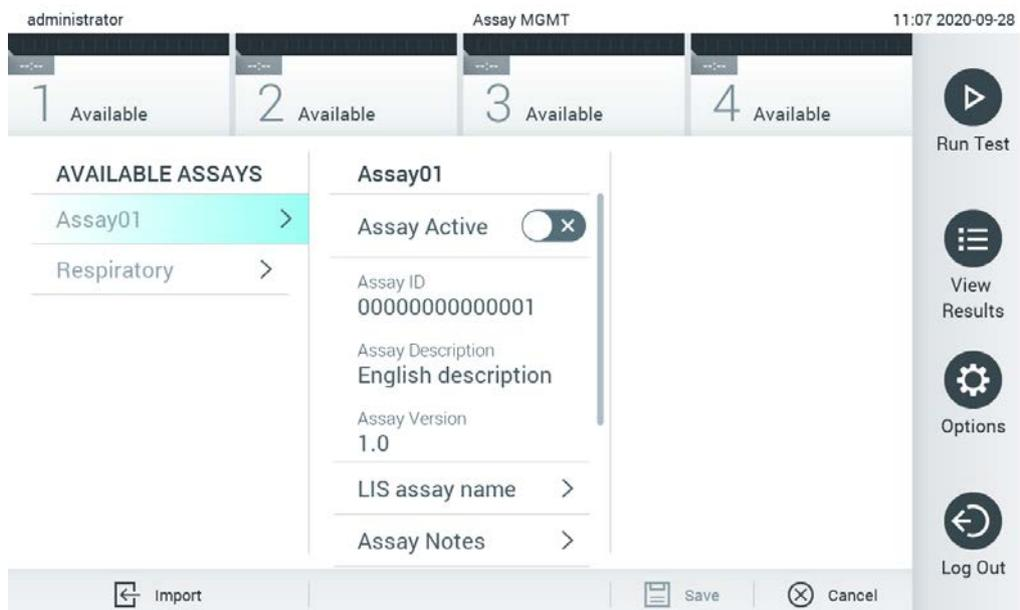

Figura 60. Pantalla Assay Management (Administración de ensayos).
2. Para importar el nuevo ensayo en el QIAstat-Dx Analyzer 1.0, pulse el botón Options (Opciones) y, a continuación, el botón Assay Management (Administración de ensayos). Aparecerá la pantalla Assay Management (Administración de ensayos) en la zona de contenido de la pantalla (figura 60).